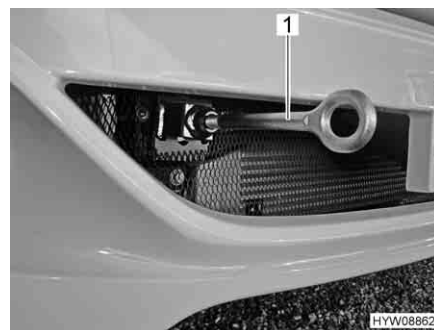

Fig. 34 Occhione di traino, installato
- Montare l'occhione di traino (Fig. 34,1) come indicato nel manuale di funzionamento del veicolo di base.